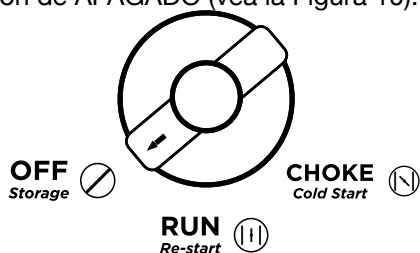

Figura 10: Gire el interruptor del motor / combustible a la posición de apagado
3. Mueva el interruptor de control del motor a la posición de APAGADO (vea la Figura 10).
Si hay una emergencia y el inversor debe detenerse rápidamente, mueva el interruptor de control del motor a la posición de APAGADO inmediatamente (consulte la Figura 10).